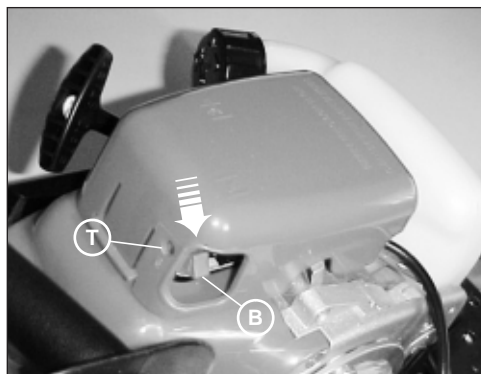

fig. 3
- Colocar al final de su recorrido en posición B "START" la palanca del aire (fig. 3).
C (fig. 3) y tirar nuevamente del puño hasta que el motor arranque.
El tornillo de regulación marcado con "MIN" (fig. 3) está regulado de modo que el utensilio, con motor al mínimo, no gire. Si esto no sucede girar en sentido contrario al de las agujas del reloj el tornillo hasta que, al régimen mínimo, se produzca la parada del utensilio en breve tiempo. A este régimen el motor tiene que mantener una regular rotación.